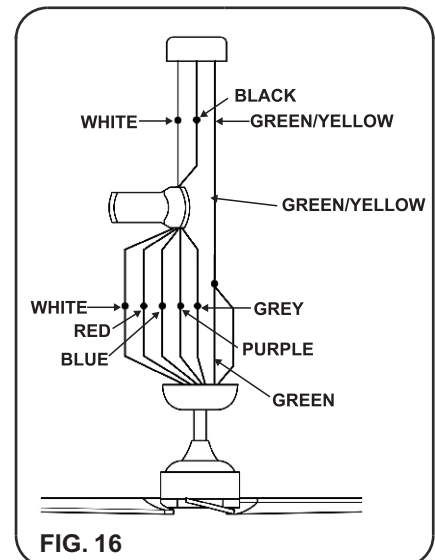

FIG. 16
Paso 2. Haga las conexiones de la caja de distribucion a el Receptor de la manera siguiente; Conecte el Alambre blanco (neutral) de la caja de distribucion al alambre blanco marcado "AC in N" del receptor. Conecte el Alambre Negro (corriente) de la caja de distribucion al alambre Negro marcado "AC in L" del Receptor. Asegure las conexiones con los conectores de plastico proveidos. (Fig. 16)
Paso 3. Si su caja de distribucion tiene un alambre a tierra (verde o cobre) conectelo a los alambres a tierra (verdes) de la Esfera de Soporte y la Abrazadera de Montaje. Si su caja de distribucion no tiene un alambre a tierra, entonces unicamente conecte los dos alambres a tierra de la Esfera de Soporte y la Abrazadera de Montaje. Asegure la conexion con un conector de plastico proveido. (Fig. 16)